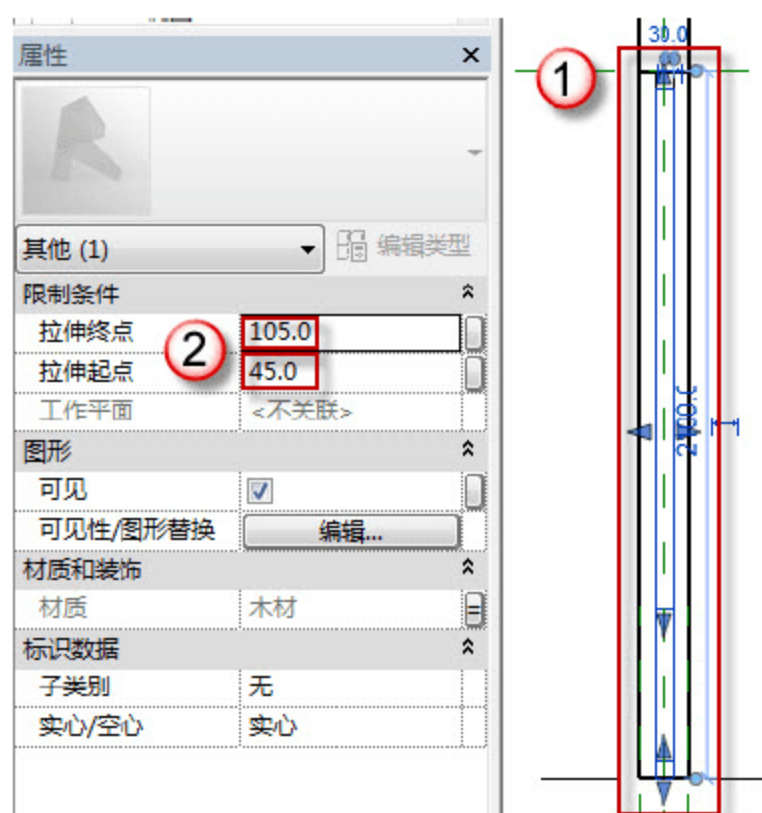

图 6.1.12 修改门框的位置及厚度
(11) 修改门框的位置及厚度。选择前面绘制好的门框,打开“属性”面板,在“拉伸终点”中写入“105”字样,在“拉伸起点”中写入“45”字样,如图6.1.12所示。